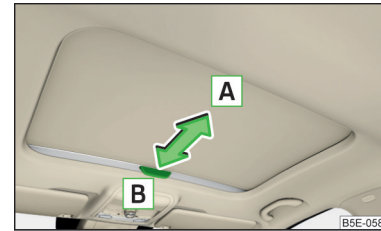

Abb. 65
- Zum **Öffnen** den Griff in Pfeilrichtung **A** ziehen » Abb. 65.